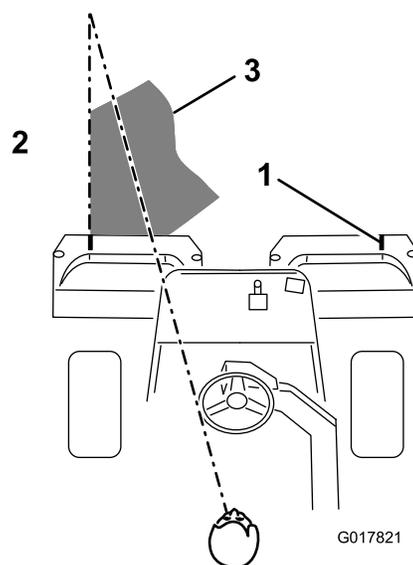

図 38
3. 行きと帰りでのオーバーラップができるだけ小さくなるように運転します。隣の列との距離を一定に保って直進するには、本機の前方約2～3mを視野に捕らえておくのがポイントです(図38)。ハンドルを目印にして距離を合わせても良いでしょう。その場合、ハンドルの縁と本機前方の目標ラインとを重ねて見ながら運転します(図38)。